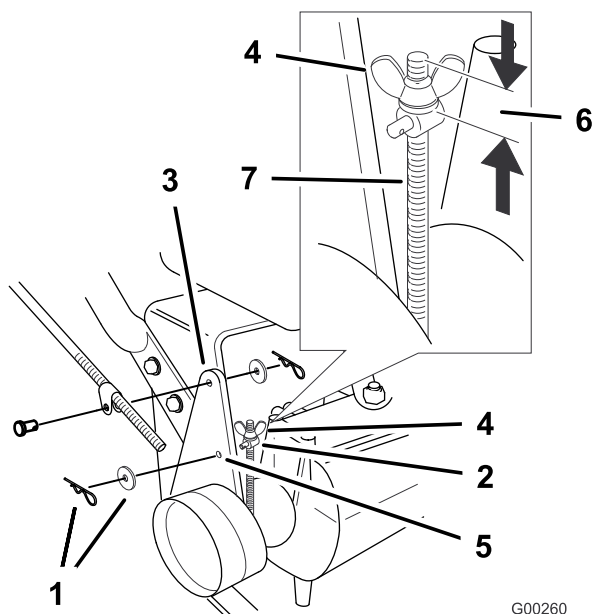

Figure 41
Remarque: Pour le réglage initial, ajustez l'écrou à oreilles jusqu'à ce qu'il soit à 3,2 cm du haut de la tige (Figure 41).
- Pour régler le frein, enlevez la goupille fendue et la rondelle du levier et du tourillon (Figure 41).
- Placez le tourillon dans le trou F (Figure 41). Serrez l'écrou à oreilles.
- Fixez le tourillon au levier de frein à l'aide de la rondelle et de la goupille fendue (Figure 41).